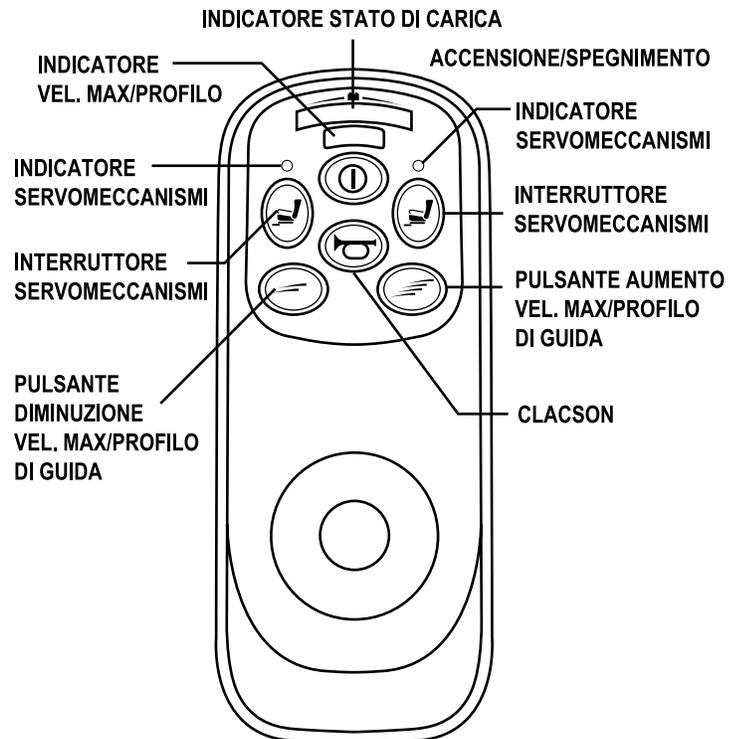

Figura 19. Tastierino VSI
2. tastierino (si veda figura 19.)
Il tastierino è situato davanti al joystick. Ciascun tasto corrisponde ad una funzione della Jazzy. Si veda figura 19.
L'indicatore dello stato di carica è situato immediatamente davanti al joystick. Si veda figura 19. Si tratta di una barra illuminata a dieci segmenti che indica che la centralina VSI è attiva e fornisce la lettura della carica e dello stato dell'impianto elettrico.